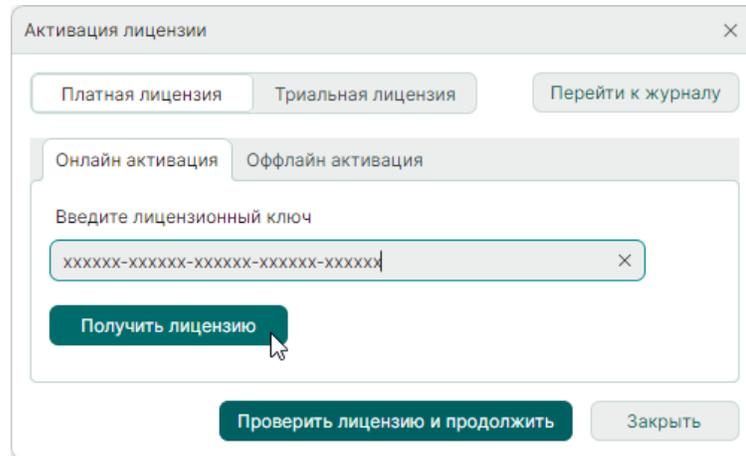

Рис. 15 Получение лицензии
2. Нажмите «Получить лицензию», см. Рис. 15.